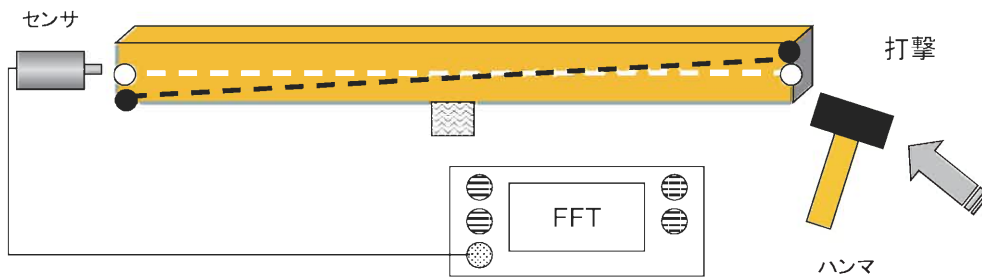
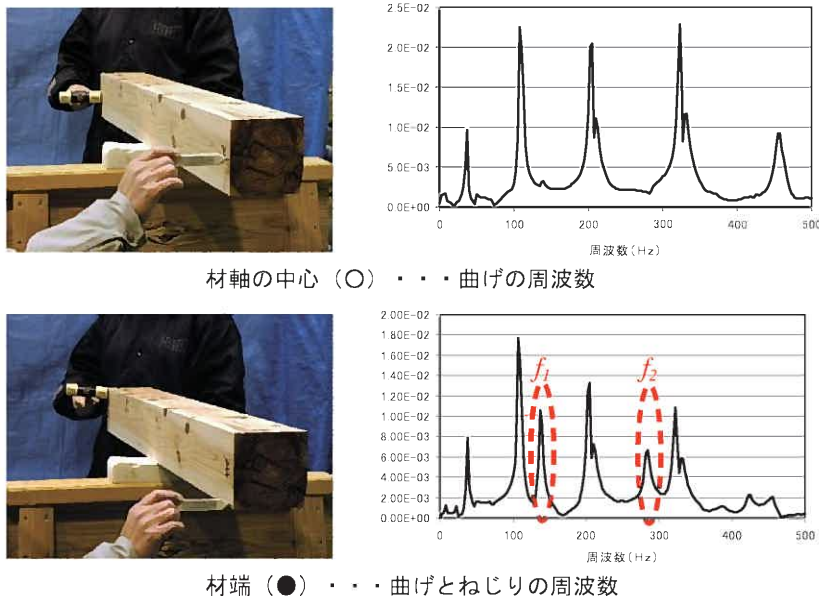

図1 動的ねじり試験の概要
図2 ねじりの周波数の読み取り方法
①被験材の高さ、幅、長さ、重量を測定し密度を求めます。
②図1のように中央部分を支持した被験材の両材端の材軸の中心（○の位置、曲げの周波数）と材端（●の位置、曲げとねじりの周波数）で打撃し（図1）、二つの周波数を比較することでねじりの周波数 f_n を確認します（図2）。